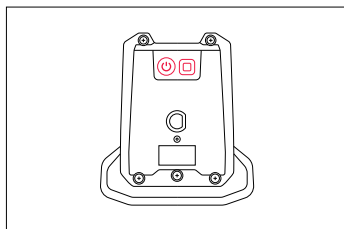

Abbildung 8
Schritt 3: Überprüfen Sie den Akkustatus (Abb. 8):